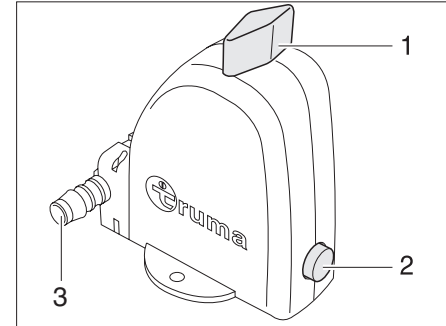

Fig. 84 Valvola di sicurezza/di scarico del boiler - Posizione funzionamento
Il boiler è dotato di una valvola di sicurezza/di scarico (Fig. 84). La valvola di sicurezza/di scarico impedisce che l'acqua congeli nel boiler in presenza di basse temperature esterne, quando il riscaldamento dell'autocaravan non è acceso.
Il bocchettone di scarico (Fig. 84, 3) della valvola di sicurezza/di scarico deve essere sempre pulito (adesempio senza ghiaccio, foglie).
► Ruotare la manopola (Fig. 84,1) di 90° nel senso della lunghezza della valvola di sicurezza/di scarico.
Il bottone automatico (Fig. 84,2) scatta fuori. Il boiler viene svuotato verso l'esterno attraverso il bocchettone di scarico (Fig. 84,3) della valvola di sicurezza/di scarico.
► Ruotare la manopola (Fig. 84,1) di 90° nel senso della larghezza della valvola di sicurezza/di scarico.
► Premere il pulsante (Fig. 84,2).